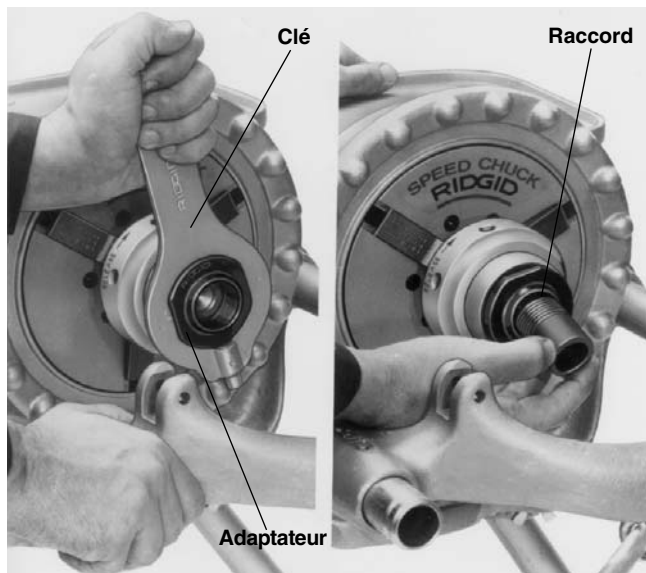

Figure 24 – Installation de l'adaptateur de raccord et du raccord
5. Sélectionnez l'adaptateur approprié et vissez-le dans le mandrin à raccords (Figure 24) à la main. Serrez-le avec la clé fournie avec le mandrin à raccords.
6. Vissez l'extrémité fileté du raccord (Figure 24) dans l'adaptateur manuellement. Tournez le commutateur directionnel à la position ON et appuyez sur la pédale de commande. Alésez et filetez l'autre extrémité.